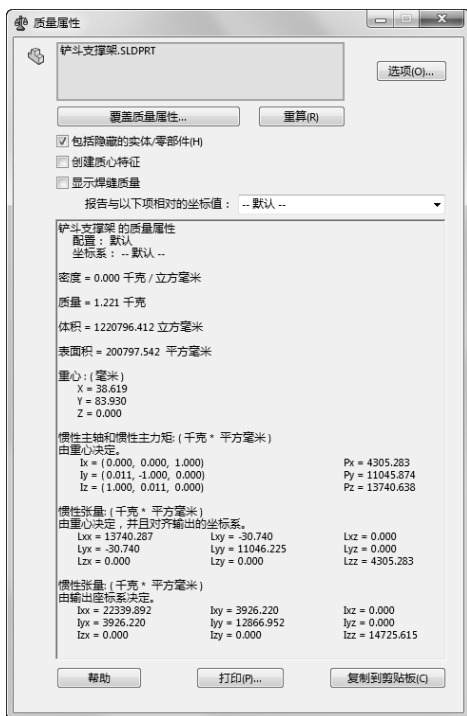
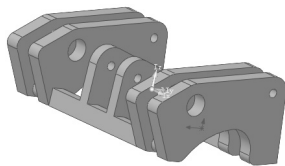

图 8-16 “质量属性”对话框
图 8-17 显示主轴和质量中心的视图
1) 选择菜单栏中的“工具”→“评估”→“质量特性”命令, 或者单击“工具”工具栏中的  (质量特性) 按钮, 或者单击“评估”面板中的“质量属性”按钮 , 系统弹出的“质量属性”对话框如图 8-16 所示。在该对话框中会自动计算出该模型实体的质量、体积、表面积与惯性矩等, 模型实体的主轴和质量中心显示在视图中, 如图 8-17 所示。